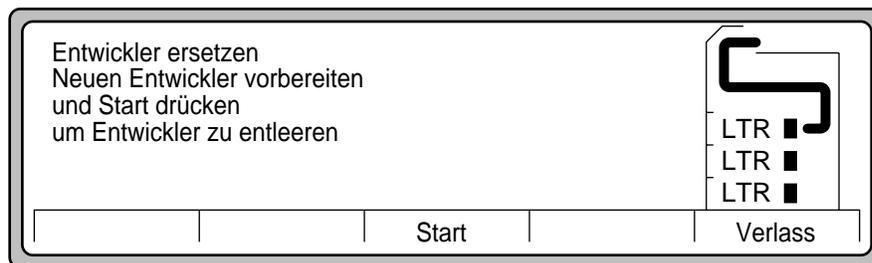

Abbildung A-5 Entwickler ablassen: **Start**
5. Drücken Sie die Taste **Start** (siehe Abbildung A-5).